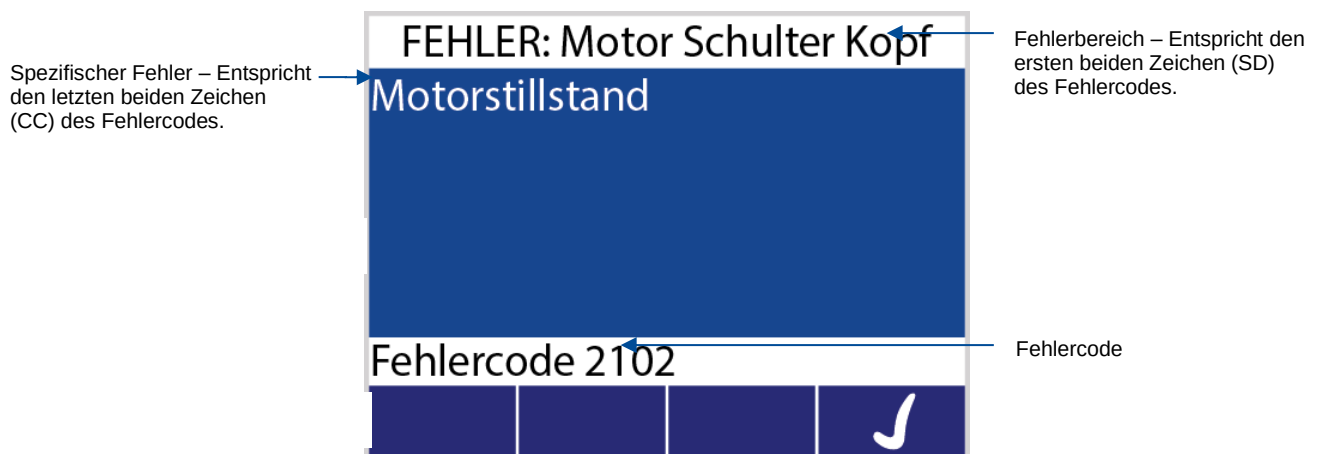

Abbildung 113: Beispiel einer Fehlermeldung auf der IntelliPendant®-Anzeige
Falls auf der IntelliPendant®-Handbedienung eine Fehlermeldung ausgegeben wird, bitte zunächst den Code und die Fehlermeldung auf dem Bildschirm identifizieren (Abbildung 113). Die Fehlercodes umfassen vier Hexadezimalzeichen, SDCC.
- Bei den ersten beiden angezeigten Zeichen (SD) handelt es sich um numerische Codes für die Fehlerquelle. Sie entsprechen den oben im Bildschirm erscheinenden Textangaben. In dem Beispiel in Abbildung 113 ist der SD-Code 21, was bedeutet, dass die Fehlerquelle die Steuerung des Kopfende-Schulter-Motors ist.
- Die letzten beiden angezeigten Zeichen (CC) geben den spezifischen Fehler an. Sie entsprechen den in der Bildschirmmitte erscheinenden Textangaben. In dem Beispiel in Abbildung 113 ist der CC-Code 02, was bedeutet, dass der Fehler ein Motorstillstand ist.